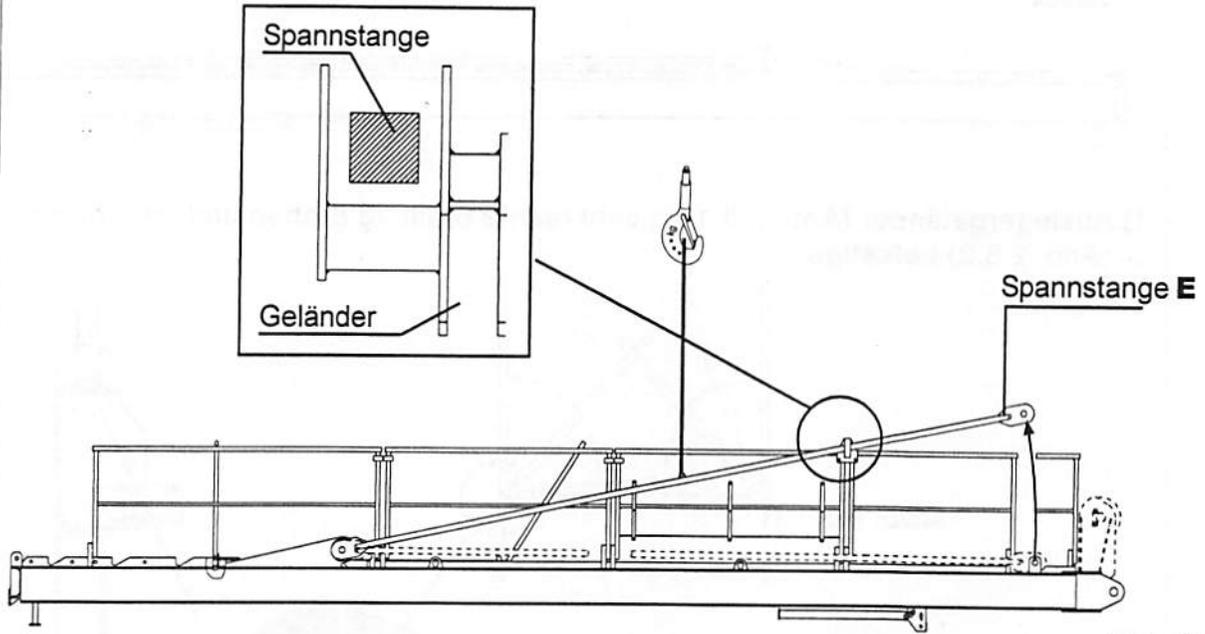

Abb. 2.3.5
4) Spannstangen-**E** anschlagen und so weit anheben, dass sie in ihren Träger eingreifen (Abb. 2.3.5).
- 3) Gegenausleger in die entsprechenden Lager soweit einsetzen (Abb. 2.3.9), dass die Gegenauslegerspannstangen-**E** (Abb. 2.3.5) mit dem A-Rahmen-**B** zur Verbindung der Spannstange auf dem Auslegerabschnitt-**22** in einer Linie stehen (Abb. 2.2.4).